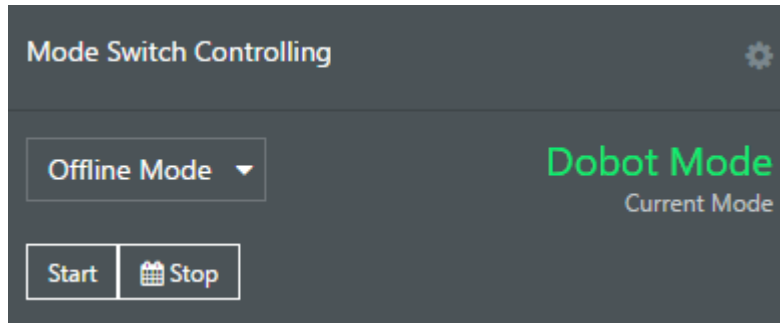

图 6.18 Dobot M1 状态切换控制
- 步骤 10 在首页界面的“Mode Switch Controlling”面板的下拉菜单选择“Offline Mode”，并单击“Start”，如图 6.18所示，使Dobot M1处于“Offline Mode”状态，Dobot M1与DobotStudio断开连接，机械臂根据离线运动状态的文件运行。